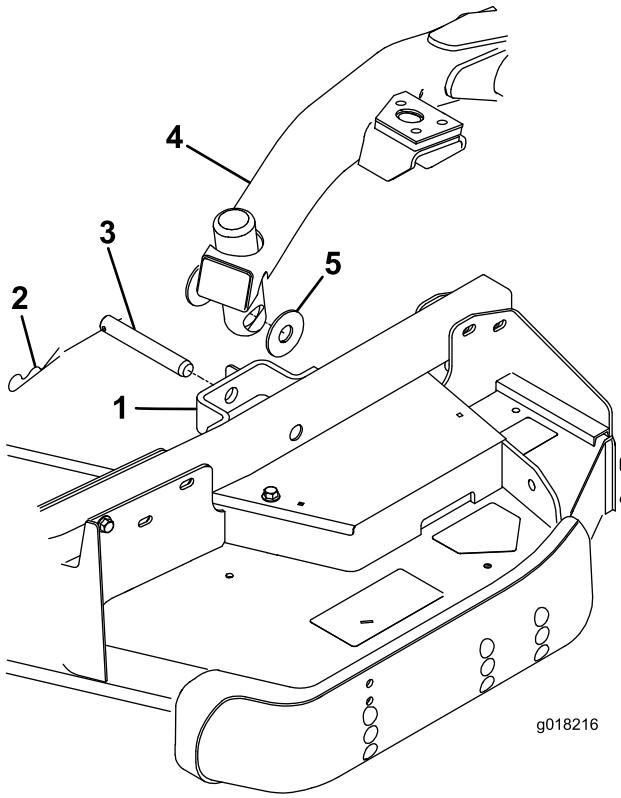

図 26
4. 升降スイッチを前位置フロート位置にセットする。升降アームを押し下げて、升降アームについている穴とキャスタアームのブラケットについている穴を整列させ、升降アームのパッドに刈高ロッドを挿入できるようにする図 26。
5. 升降アームをキャスタアームに固定するスラストワッシャ2枚、クレビスピンドル、ヘアピンコッターを使用する。升降アームとキャスタアームブラケットの間にスラストワッシャを入れ図 26、コッターピンを、キャスタアームタブのスロットに差し込んで固定する。